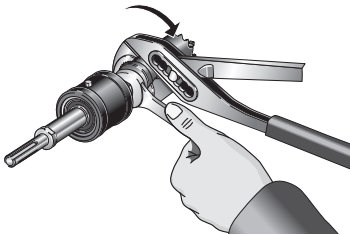

Figura 15 – Extracción de la sierra sacabocados
2. Afloje la sierra sacabocados y retírela. *Vea la Figura 15.*